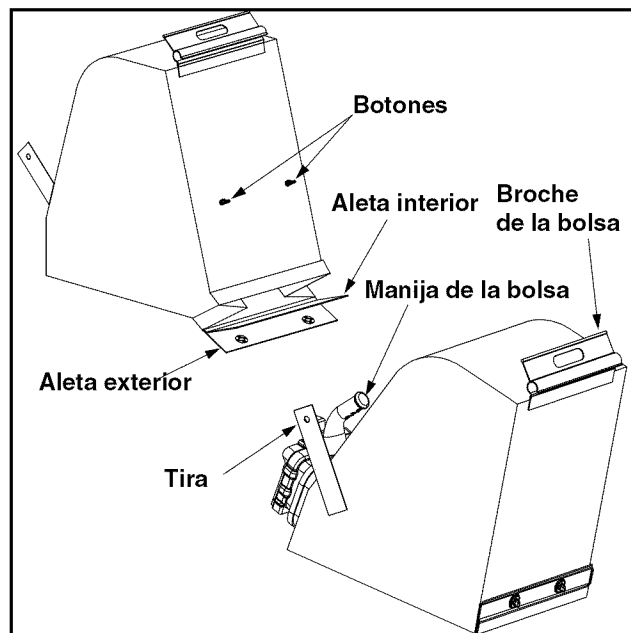

Figura 10
- Desenganche las tiras de la bolsa de la manija inferior y desabroche el broche de la bolsa de la parte superior de la manija inferior. Vea la Figura 10.
- Gire los dos botones de la parte posterior de la bolsa para abrirla y vaciar el contenido. Vea la Figura 10.